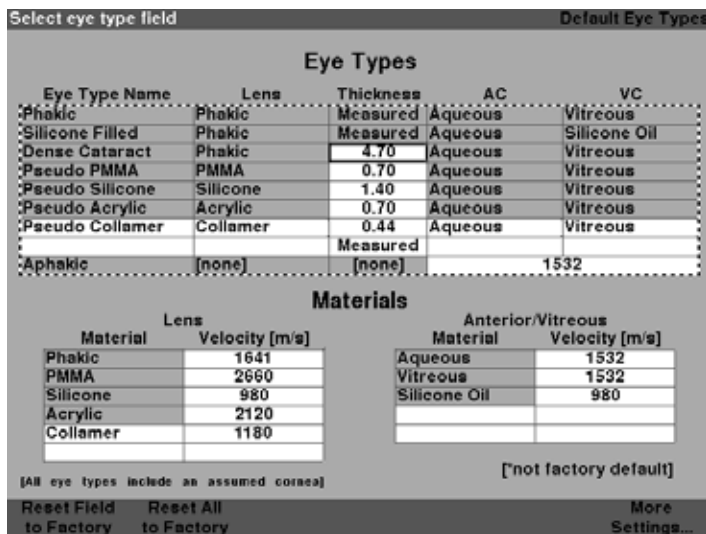

Figura 5-16 Campo selecionado restaurado
- O Accutome A-Scan Synergy irá reconfigurar o campo selecionado para o seu padrão de fábrica, conforme mostrado na Figura 5-16 na próxima página.